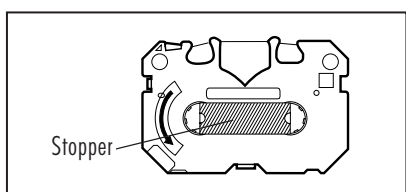

ABBILDUNG 8
1. Nehmen Sie die Kassette aus der Folie und entfernen Sie den Transportstopper (Abb. 8).